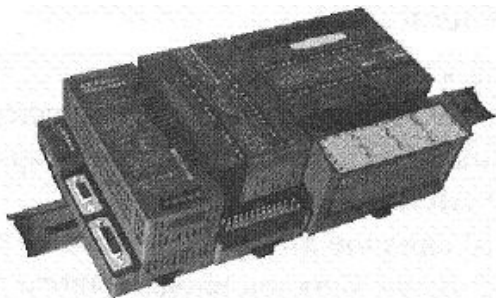

Рис. 2.27
- Рис. 2.27 – модульный контроллер VersaMax с креплением на DIN-рейку, число каналов ввода-вывода до 1500